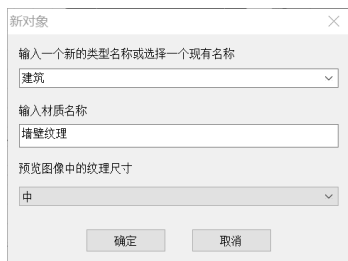

图 8-29 设置新材质及其所属类别
2) 在弹出的“新对象”对话框中,输入一个新的类型“建筑”,在材质名称中,将自动设定为之前输入的“墙壁纹理”,如图8-29所示。随后单击“确定”按钮退出。